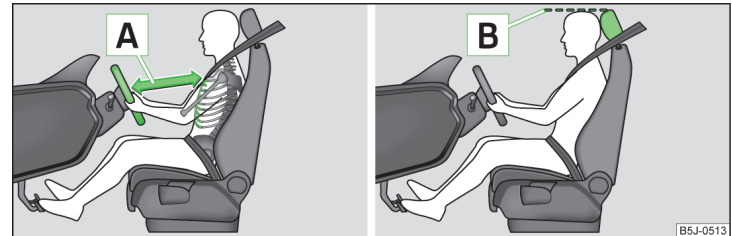

Abb. 1 Der richtige Abstand des Fahrers zum Lenkrad / Richtig eingestellte Kopfstütze
- ✓ Das Lenkrad so einstellen, dass der Abstand **A** zwischen Lenkrad und Brustbein mindestens 25 cm beträgt » Abb. 1. Lenkrad einstellen » Seite 10, Lenkradposition einstellen.
- ✓ Die Kopfstütze so einstellen, dass die Oberkante der Kopfstütze sich möglichst auf einer Höhe mit dem oberen Teil Ihres Kopfes befindet **B** » Abb. 1 auf Seite 9 » Seite 9.
- ✓ Die Kopfstütze so einstellen, dass die Oberkante der Kopfstütze sich möglichst auf einer Höhe mit dem oberen Teil des Kopfes befindet **[B]** » **Abb. 1 auf Seite 9** » **Seite 9.**